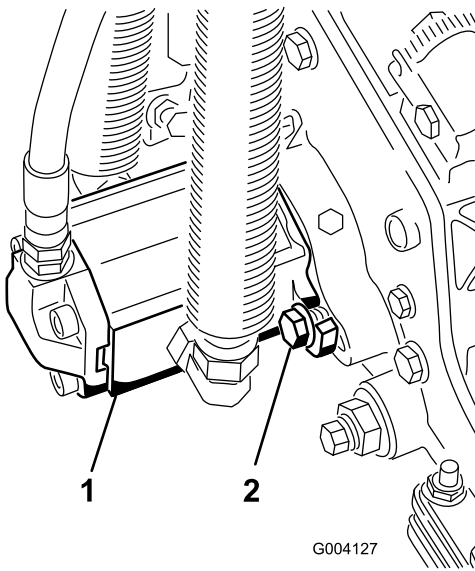

Figura 14
15. Instale el motor girándolo en el sentido de las agujas del reloj de modo que las bridas del motor no choquen con los pernos (Figura 14).